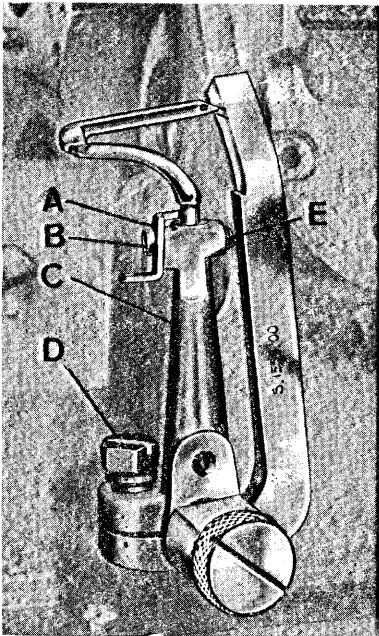

fig. 4
- S. 1555.00 per l'operazione n. 4 (fig. 4)
4. Fasatura crochet inferiore (fig. 4).
- Allentare leggermente la vite D (fig. 4).
- Bloccare a fondo la vite E (fig. 4).